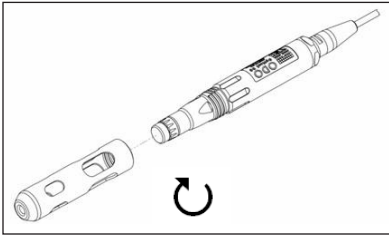

Figura 2
3. Vuelva a instalar el protector de la sonda deslizándolo con cuidado sobre el sensor y pasándolo por el conjunto de cable/sonda con un movimiento giratorio en sentido horario (Figura 2).